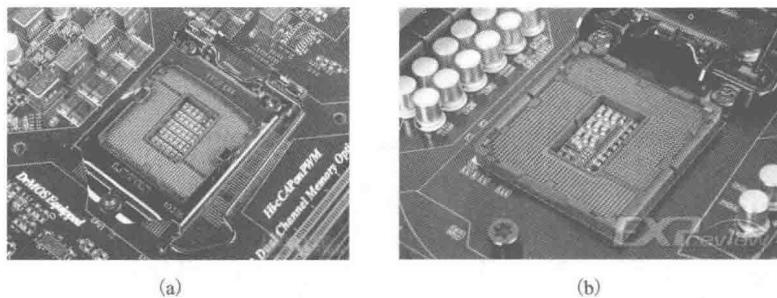
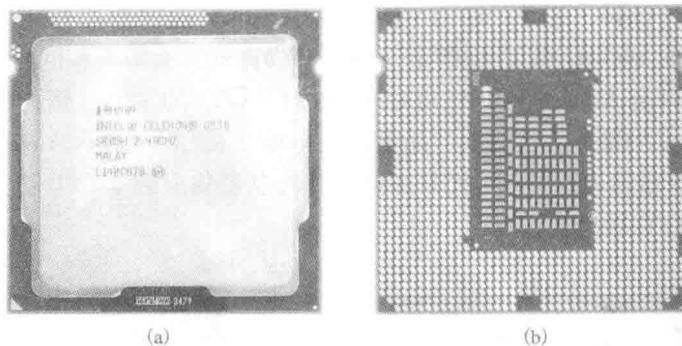

图 1-3 Intel(LGA1155)CPU 脚座
图 1-4 Intel(LGA1155)CPU
(2) Intel(LGA1155)CPU 脚座及 CPU(图 1-3、图 1-4)